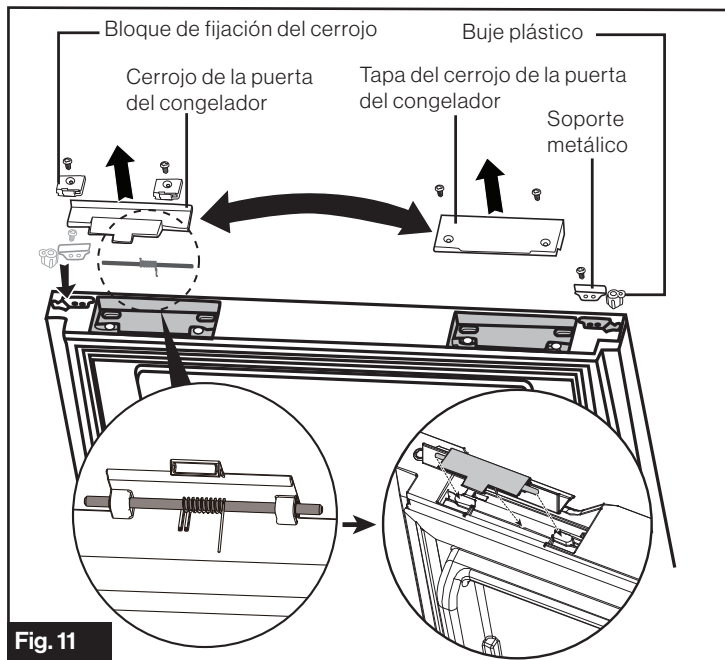

Fig. 11
- Invierta las partes de la tapa del cerrojo de la puerta del congelador, el soporte metálico, el buje plástico, el cerrojo de la puerta del congelador y el bloque de fijación del cerrojo al lado opuesto respectivamente. (Fig. 11)